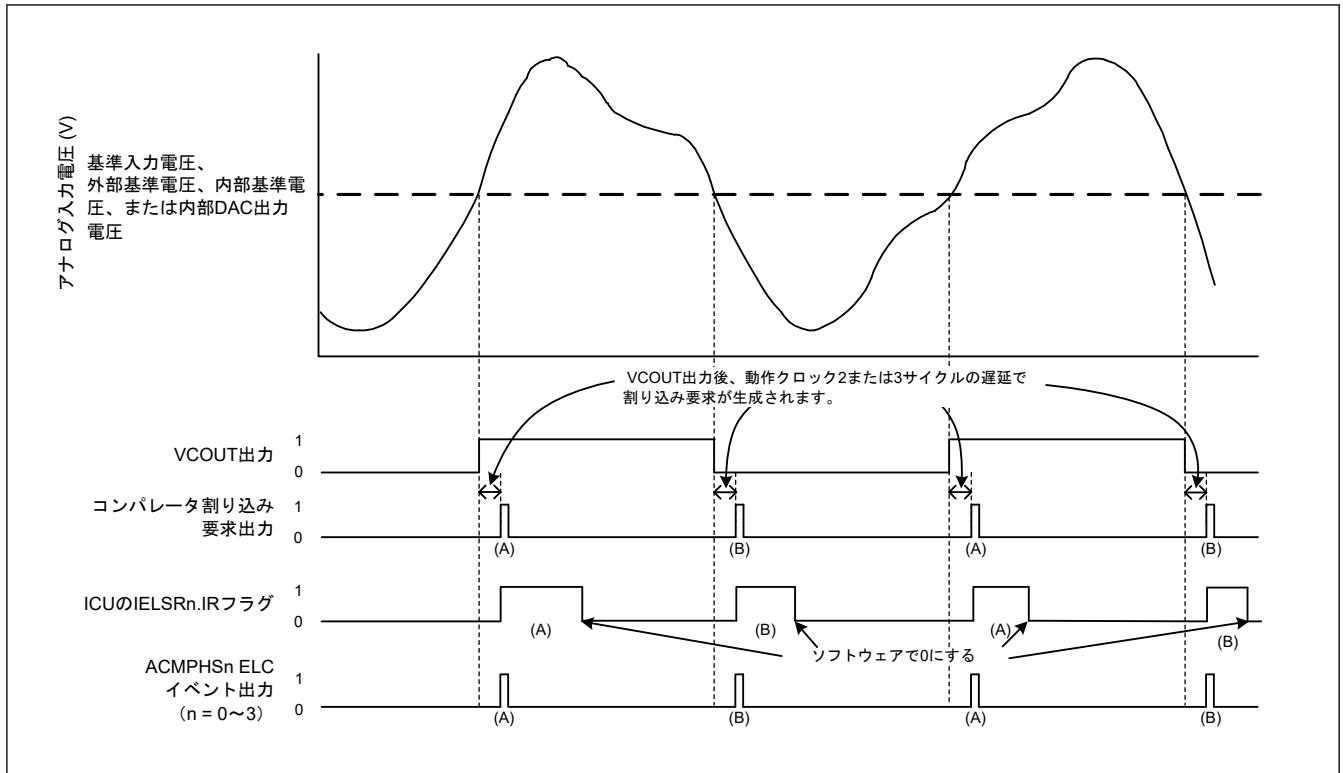

図 39.2 ACMPHS 動作の例
ACMPHS 動作の例を図 39.2 に示します。アナログ入力電圧が ACMPHS 基準入力電圧より高くなると V_{COUT} 出力は 1 になり、低くなると V_{COUT} 出力は 0 になります。ACMPHS 出力が変化すると、割り込み要求および ELC イベントが出力されます。
図 39.2 は CPOE = 1 (端子出力許可)、CDFFS[1:0] = 00b (フィルタ不使用)、および CEG1 = CEG0 = 1 (両エッジ検出を選択) の場合に適用されます。CINV = 0、CEG0 = 1、CEG1 = 0 (ACMPHS からの非反転出力信号の立ち上がりエッジ検出を選択) の場合、IELSRn.IR フラグは (A) で示されるように変化します。CINV = 0、CEG0 = 0、CEG1 = 1 (ACMPHS からの非反転出力信号の立ち下がりエッジ検出を選択) の場合、IR フラグは (B) で示されるように変化します。